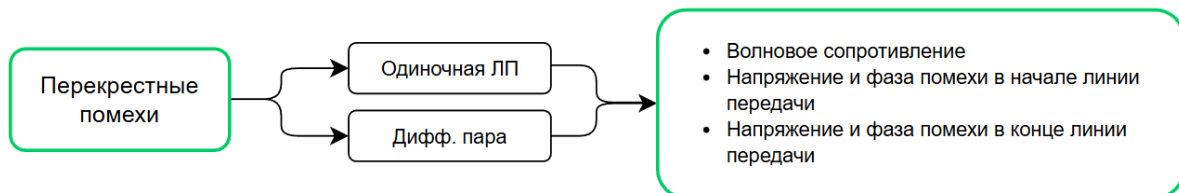

Рис. 70 Расчет «Перекрестные помехи»
3. Расчет «Перекрестные помехи» доступен для одиночных линий передачи и дифференциальных пар и позволяет рассчитать перекрестные помехи (напряжение и фазу) на конкретных частотах в начале и конце согласованных линий передачи, определить минимальный зазор между проводниками для обеспечения допустимого уровня уровня перекрестных помех, см. Рис. 70.